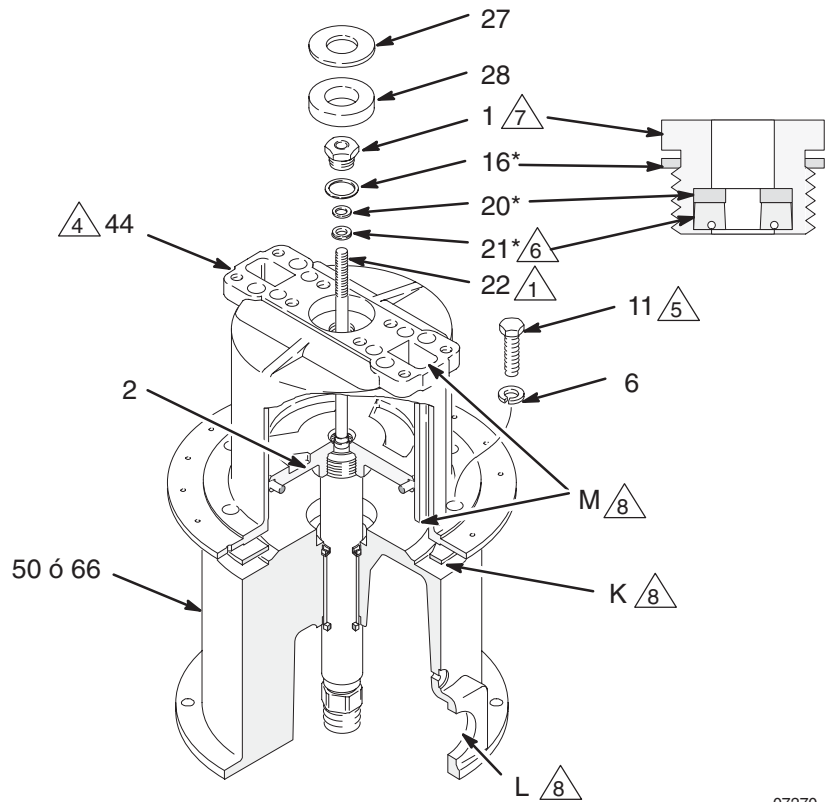

Fig. 7
NOTA: Consulte en la Fig. 7 los pasos del 7 al 11.
13. Coloque la herramienta de alineación de la válvula neumática (N, ref. pieza 168513) en la varilla de desenganche (22). Coloque las juntas (38*) en el cilindro (44) de forma que el extremo ancho de la ranura quede alineado con el canal de aire (M). Instale los colectores (41). El colector de entrada de aire (el que tiene el orificio abierto, P) debe alinearse con la salida de fluido opcional de la base (L, Fig. 7). Instale los tornillos (8) y las arandelas (9). Retire la herramienta.